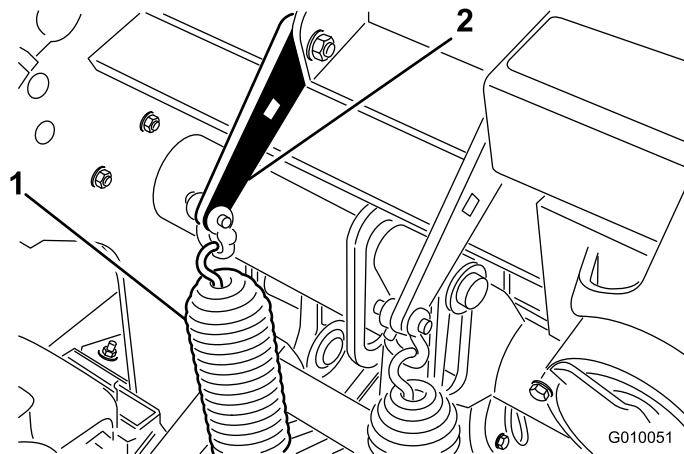

図 36
1. スプリングブラケットをコアリングヘッドに固定しているキャリッジボルトのナットをゆるめる(図 36)。ナットは外さないこと。